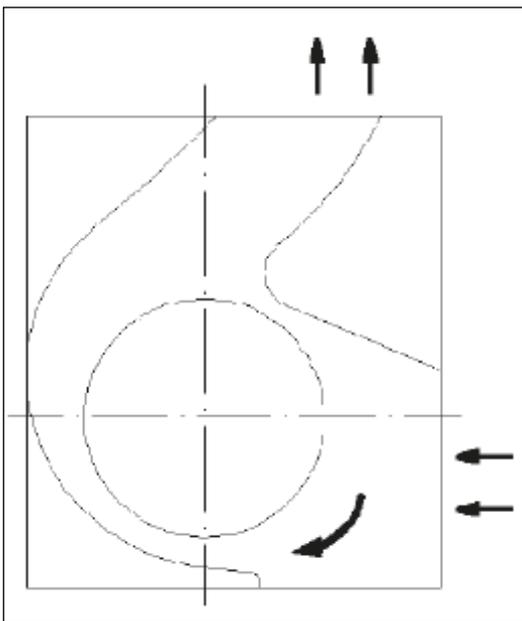

Abb. 1: Drehrichtung rechts
- Kontrollieren auf: Laufruhe, **Drehrichtung/Förderrichtung bei Blick auf den Motor (siehe auch Fig. 1, 2)**